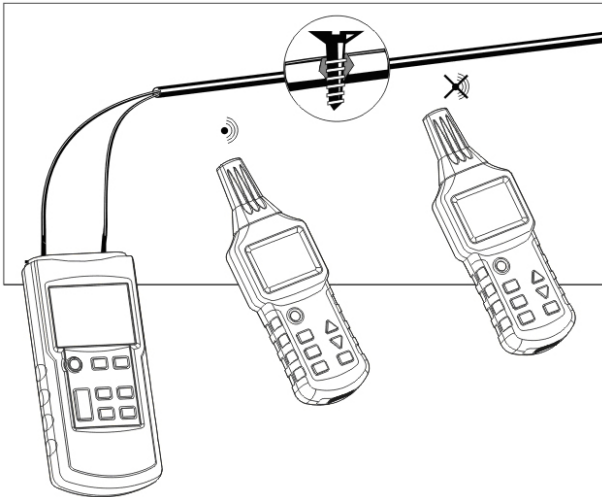

Fig.20
- Branchez l'émetteur comme l'illustre la figure 20 ;